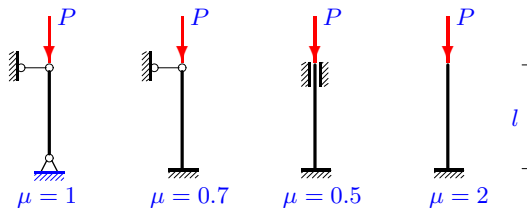

Рис. 286. Коэффициент приведения длины ¹
5. Вычисляем гибкость λ стержня с учетом коэффициента μ приведения длины $\lambda = \mu l/i$. Для различных способов закрепления коэффициент μ указан на рис. 286.